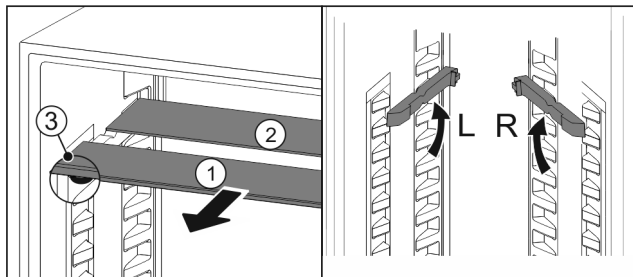

Fig. 139
- Húzza ki Fig. 139 (1) előre az üveglapokat egyesével.
- Az üveglap Fig. 139 (1) a dísléccel előre néz.
- Az ütközők Fig. 139 (3) lefelé mutatnak.